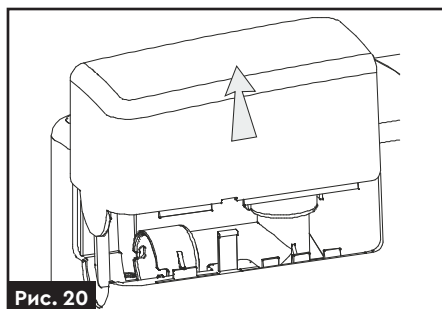

Рис. 20
1. Зніміть верхню кришку над напірними патрубками (рис. 20).